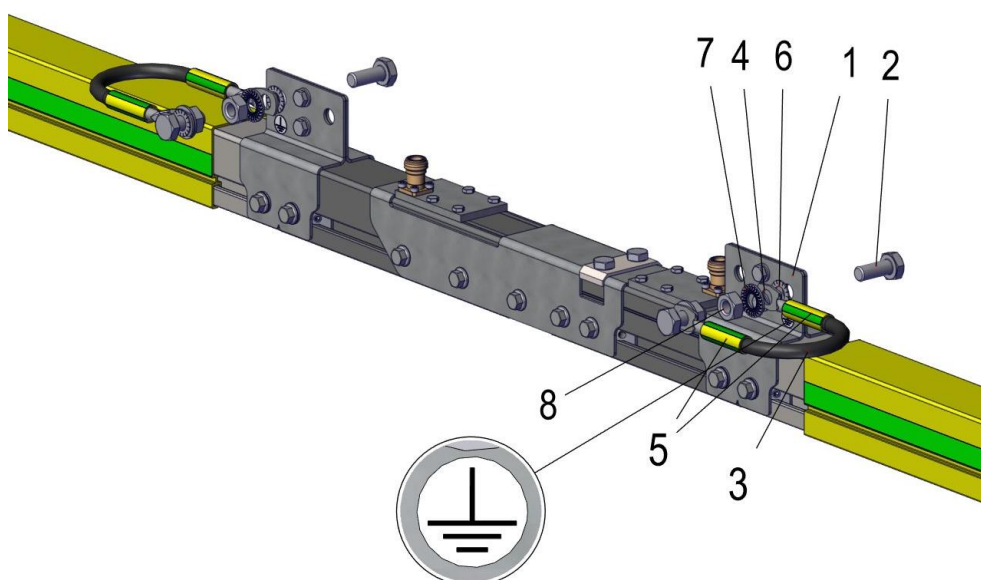

Fig. 47 : Le câble PE est raccordé au profil ProfiDAT®
Le profil ProfiDAT® doit être raccordé au câble PE côté client au début du système. Ce câble doit être de type PE et être donc repéré en vert-jaune (voir Fig. 47). La section du câble peut être déterminée par le client. Elle doit être conçue au moins en fonction de la moitié du courant de phase.
- Raccorder le conducteur PE vert-jaune (section minimale de 25 mm²) (voir Fig. 47).